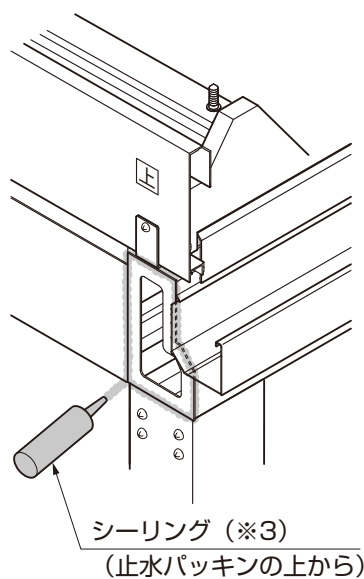

図18-3 桁の端部のシーリング
③ 桁端面を止水パッキンの上からシーリング（※3）してください。（図18-3参照）